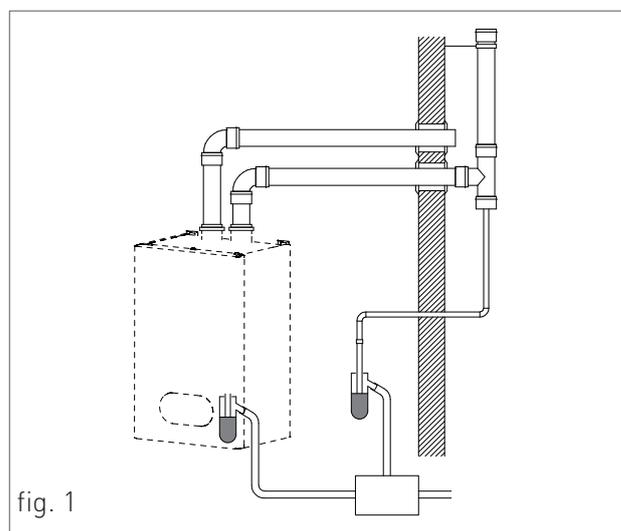

fig. 1
- › Nel caso di installazione di condotto fumi verticale, inserire un sifone raccogli condensa alla base del condotto collegato alla rete fognaria dell'abitazione (fig. 1).
Per questo tipo di caldaia sono disponibili le seguenti configurazioni di scarico dei fumi: C12, C32, C42, C52, C62 e C82 (vedi Fig. 1).